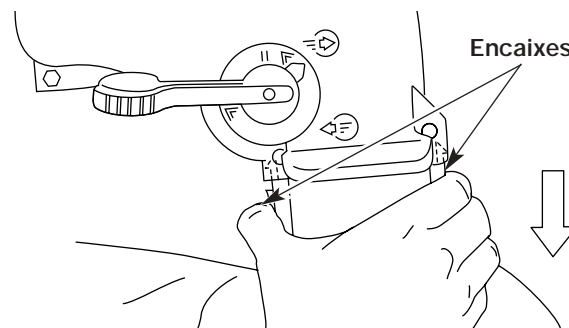

Fig. 20
1. Apertando nos encaixes situados de ambos os lados do adaptador do saco aspiração, puxe pelo saco do aspirador para o retirar do aparelho (Fig. 20).